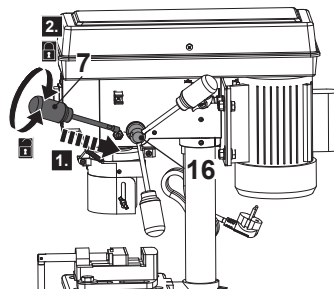

Fig. 4
1. Aparafuse as três pegas de avanço (7), no sentido horário, na cabeça de avanço do fuso (16) (Fig. 4).